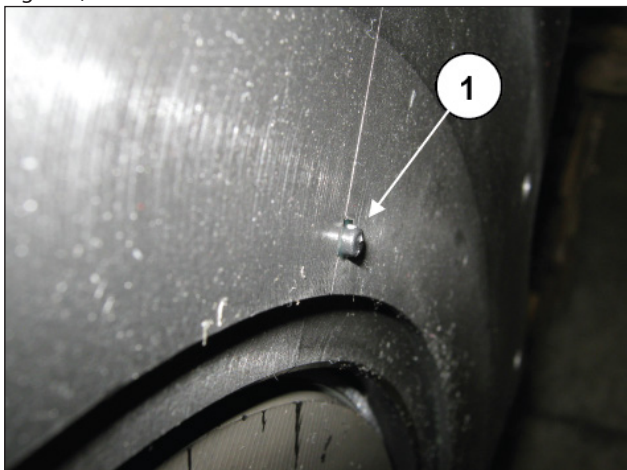

Fig. 115
Placer le joint d'étanchéité radial dans le couvercle du roulement de prise de force (rep. ①, Fig. 115).